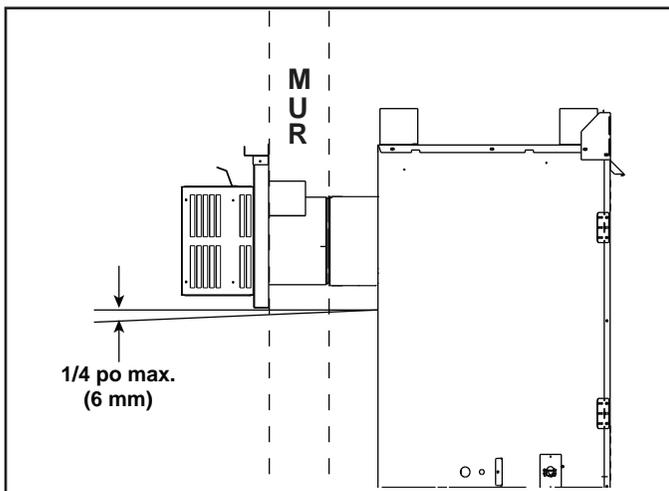

Figure 4.9
- Le chapeau de l'extrémité horizontale devrait avoir une inclinaison vers le bas de 6 mm (1/4 po) afin de permettre à toute humidité dans le chapeau d'être libérée. Voir la figure 4.9.